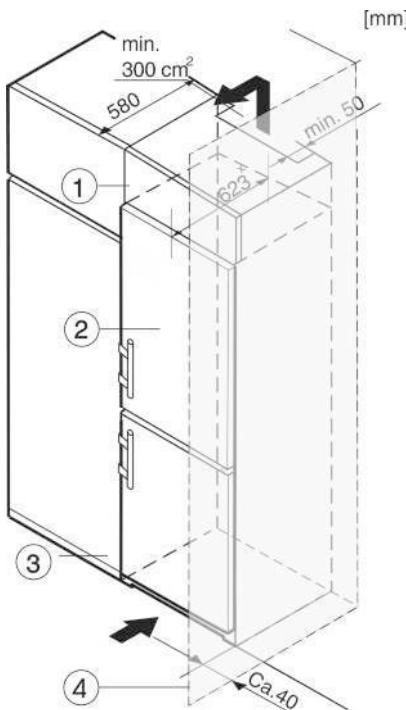

Fig. 12
Устройство может быть окружено предметами кухонной обстановки. Чтобы уравнять устройство Fig. 12 (2) по высоте с кухонной стенкой, можно установить над устройством соответствующий дополнительный шкафчик Fig. 12 (1).
В комбинации с кухонными шкафами устройство можно устанавливать непосредственно рядом с кухонным шкафом Fig. 12 (3). Чтобы можно было полностью открыть двери, устройство должно выступать, как минимум, на 65 ммx относительно передней стенки кухонного шкафа. В зависимости от глубины кухонных шкафов и использования пристенных распорок устройство может выступать и больше.
Если устройство установлено на шарнирах у стены Fig. 12 (4), то расстояние между устройством и стеной должно быть не менее 40 мм. Настолько выступает ручка при открытой дверце.